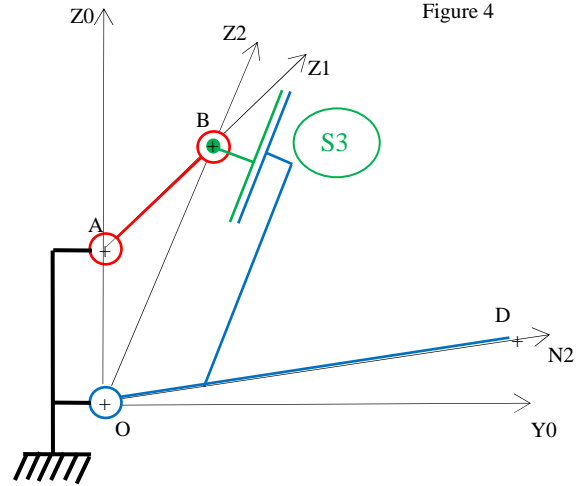

Figure 4
- La solution « appui plan » (figure 4) qui fait intervenir une pièce S3 intermédiaire,